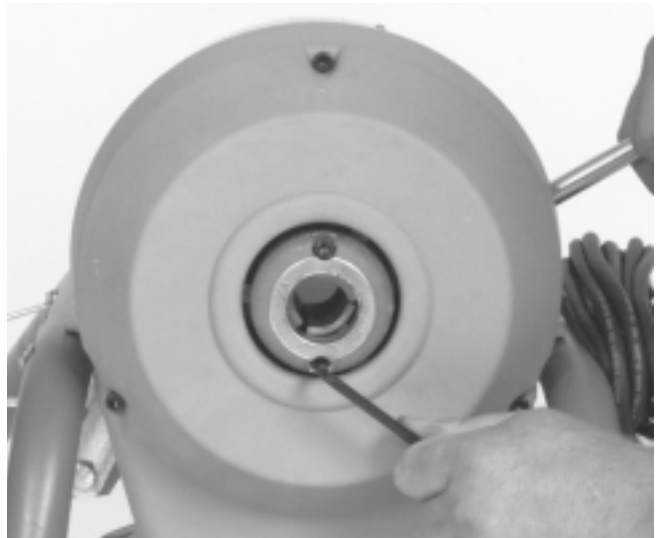

Figure 12 – Remplacement des mâchoires d'embrayage
2. Enlevez les vis du nez de l'appareil (*Figure 12*).